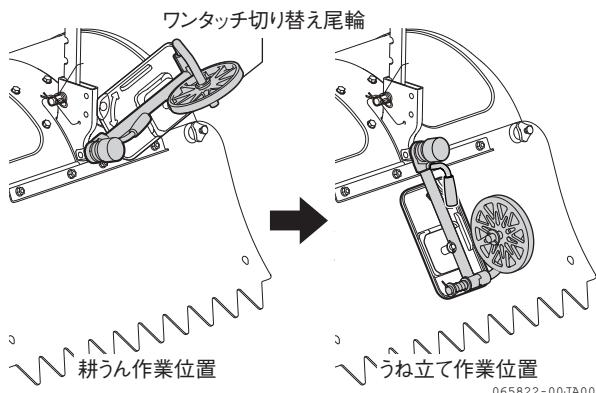

図 3-18 耕うん・うね立て
1. 尾輪を「耕うん」位置から「うね立て作業」位置にします。（図 3-18）